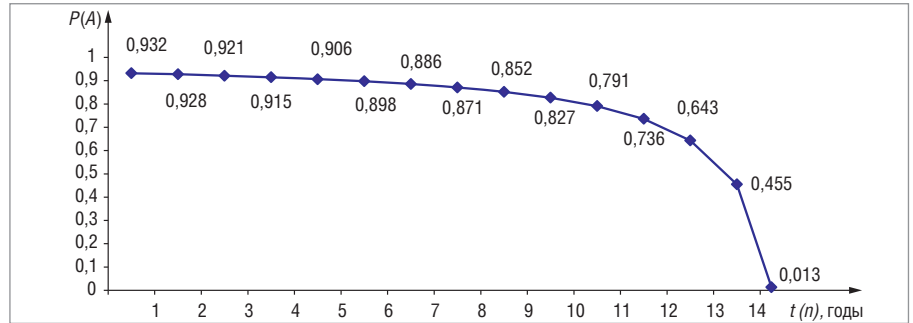

Рис. 2. Вероятность безотказной работы устройства в n -м году при $T_0 = 125\,000$ часов ($T_{01} = 14,23$ года)
ной по формуле (8) для $T_0 = 125\,000$ часов ($T_{01} = 14,23$ года), приведён на рис. 2. Особенностью данного графика является ограниченная область определения: при превышении фактическим временем текущей наработки заданного времени наработки на отказ формула (8) теряет физический смысл.